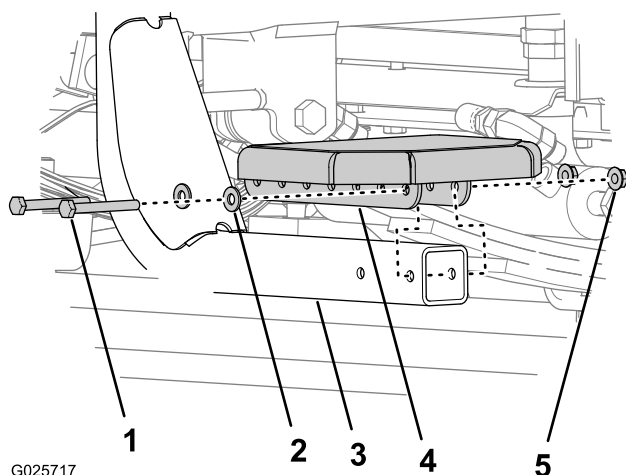

Figura 3
1. Alinhe os dois furos no degrau com dois dos furos na extremidade da montagem do degrau (Figura 3).
2. Prenda o degrau à montagem do degrau com 2 parafusos de cabeça sextavada (1/4 x 2-1/4 pol.), 2 porcas flangeadas e 2 anilhas (Figura 3).